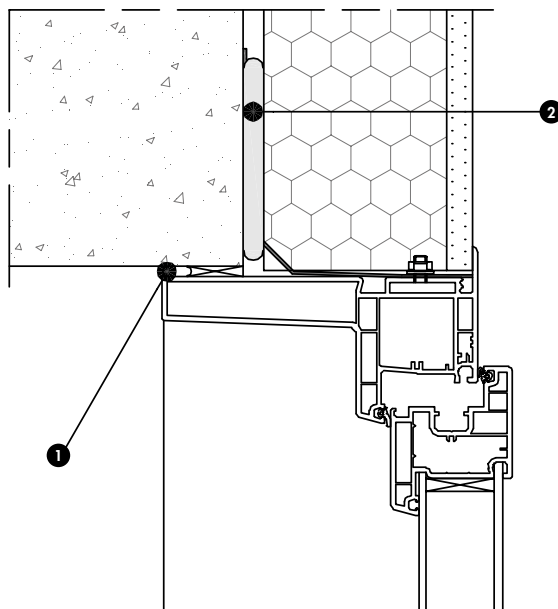

Fig. 7 : Jonction doublage - fenêtre
L'étanchéité à l'air et à l'eau entre gros œuvre et menuiserie extérieure est assurée indépendamment des doublages Knauf, conformément aux DTU 36.1 et 37.1 (fig.7).
**Nomenclature de la figure 7**